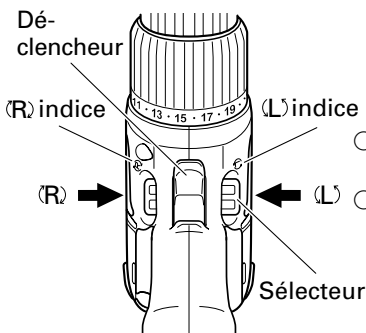

Fig. 6
La mèche tourne dans le sens horaire (vu de l'arrière) quand on appuie sur côté-R du sélecteur. En appuyant sur le côté-L du sélecteur la mèche tourne dans le sens anti-horaire. (Voir Fig. 6). (Les repères (L) et (R) sont marqués sur le corps).